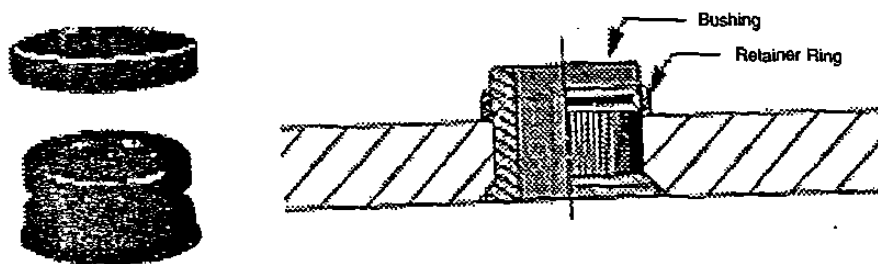

Figura 8-10. Los casquillos de plantilla son para placas plantilla delgadas de 1/16" a 3/8" de espesor.
8.1.1.5 Plantilla. Los casquillos de plantilla, tipo TB, Figura 8-10 están diseñados para placas de montaje delgadas. Estos casquillos permiten que las herramientas de diámetro más grande se puedan utilizar con una placa de montaje delgada. Además, para apoyar las perforaciones de diámetro más grande, normalmente, se requiere de una placa de montaje más delgada, los casquillos de plantilla proporcionan el soporte de perforación necesario en placas de montaje de 1/16" a 3/8" de espesor. Esto reduce tanto el costo como el peso de la placa de montaje.